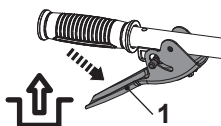

Fig. 23, desengatar as ponteiros
3. Libertar o botão de desbloqueio (2) posteriormente.
4. Liberte a alavanca da embraiagem (1) para desengatar as ponteiros (fig. 23).